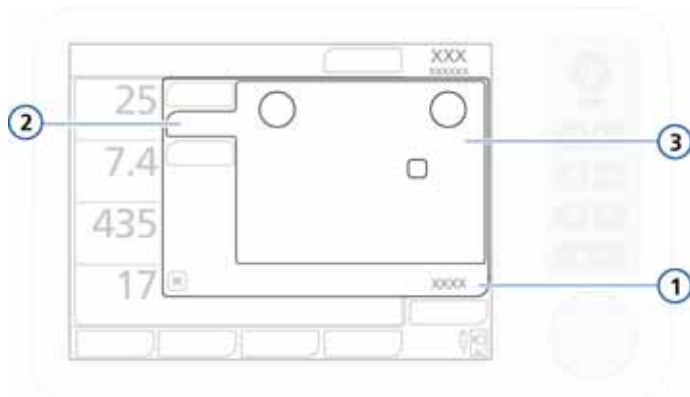

Рисунок 4-6. Настройки на вкладке «Больше» окна «Управление»
3. Откройте окно «Управление» -> «Больше» (рис. 4-6), после чего выберите и измените необходимые параметры.
2. Откройте окно «**Управление**» -> «**Больше**» (рис. 4-6), после чего выберите и измените необходимые параметры.